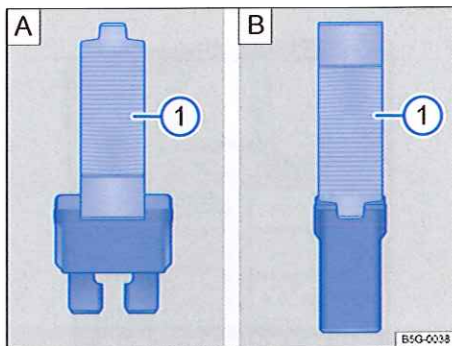

Fig. 272 Extraction du fusible à l'aide de la pince en plastique ou mise en place du fusible : **A** fusible enfichable plat, **B** fusible-bloc
- Selon la version du fusible, faites glisser l'agrafe appropriée de la pince en plastique → **fig. 272 A** **1** ou → **fig. 272 B** **1** latéralement sur le fusible.